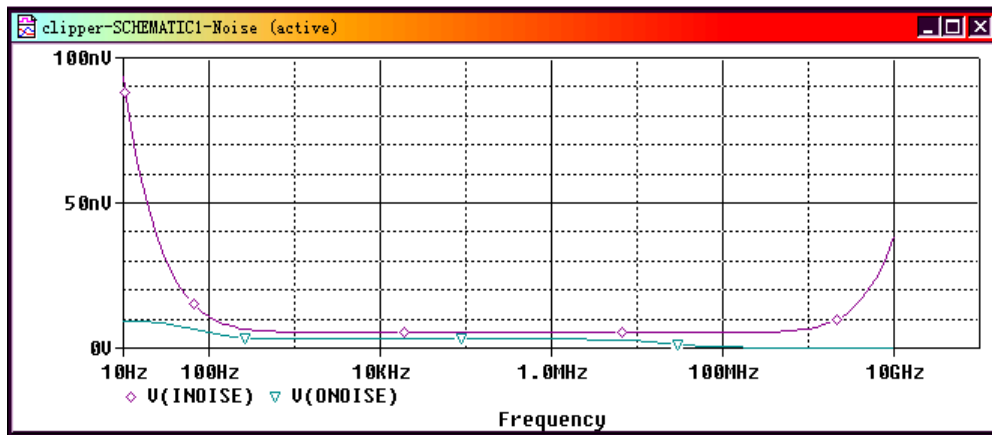

图 5.4.8 输入、输出噪声随频率的分布
(1) 在“PSpice”菜单中选择“Run”，或在 PSpice 工具栏中点击执行键，PSpice 软件的 probe 模块就在上述激励源参量状态设置条件下，对电路输出节点处(out)的输出噪声 (ONoise)和激励源 Vin 的等效噪声 (INoise) 进行分析，显示如图 5.4.8 所示的曲线。
(2) 如果显示窗口中未出现如图 5.4.8 所示曲线，则选择该窗口主菜单中的“Trace”菜单，在其中选择“Add Trace”，然后在 Add Trace 对话框中的 Simulation Output Variables 栏中选择 V[INoise]、V[ONoise]，点击“OK”键，则出现如图所示的两条曲线，分别表示节点 out 处的总噪声和激励源 Vin 处的等效噪声随频率的变化规律。